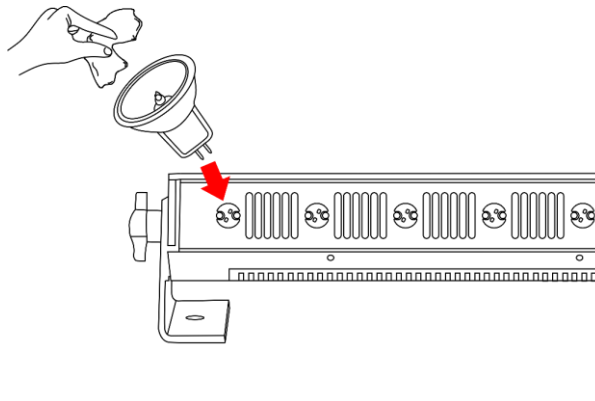

Fig. 03
04) Insert the 20 lamps (Fig. 03).